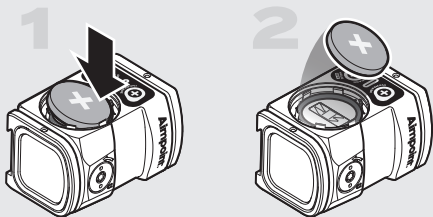

Fig 2 Ta bort batteriet
- a Skruva loss och ta bort batterilocket (3) med Aimpoint verktyget (8B).
- b När du byter batteri tar du bort det tomma batteriet från batterifacket genom att försiktigt trycka nedåt mot en kant enligt Fig 2.